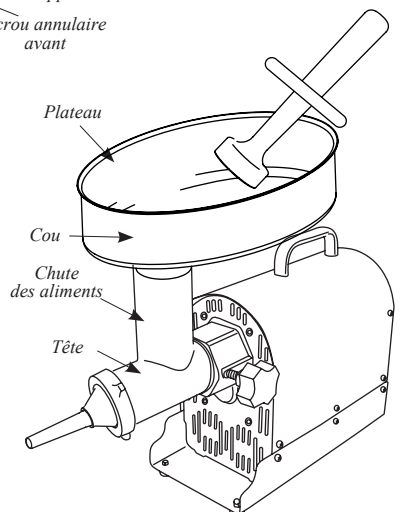

FIGURE 7
7. Insérer le col du plateau dans la chute d'aliments (**FIGURE 7**).
8. **NE JAMAIS** utiliser le hachoir sans le plateau bien fixé (**FIGURE 7**).